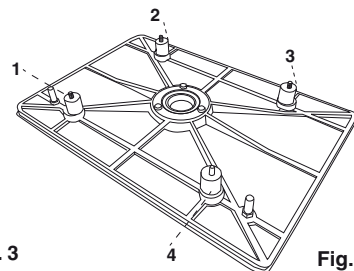

Fig. 4
6. Unscrew the 4 shock absorbers and replace with new ones (Fig. 4)
6. Destornille los 4 amortiguadores y sustitúyalos con nuevos (Fig. 4)